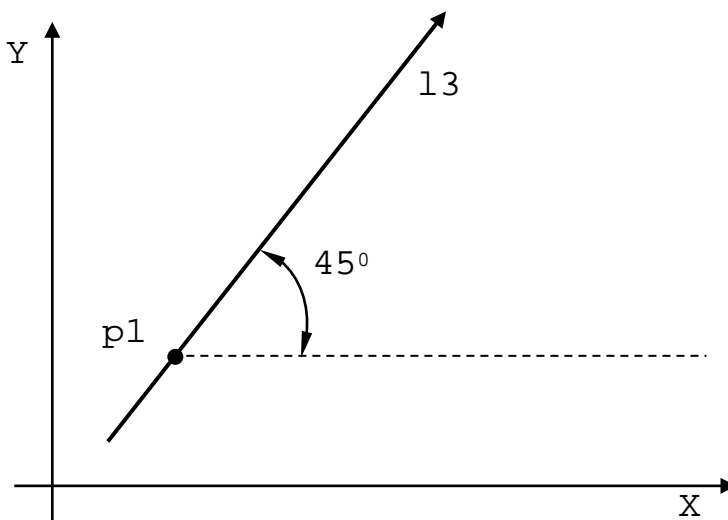

Рисунок 2.73
- прямая, проходящая через точку и образующая угол с осью абсциссы (рисунок 2.73):